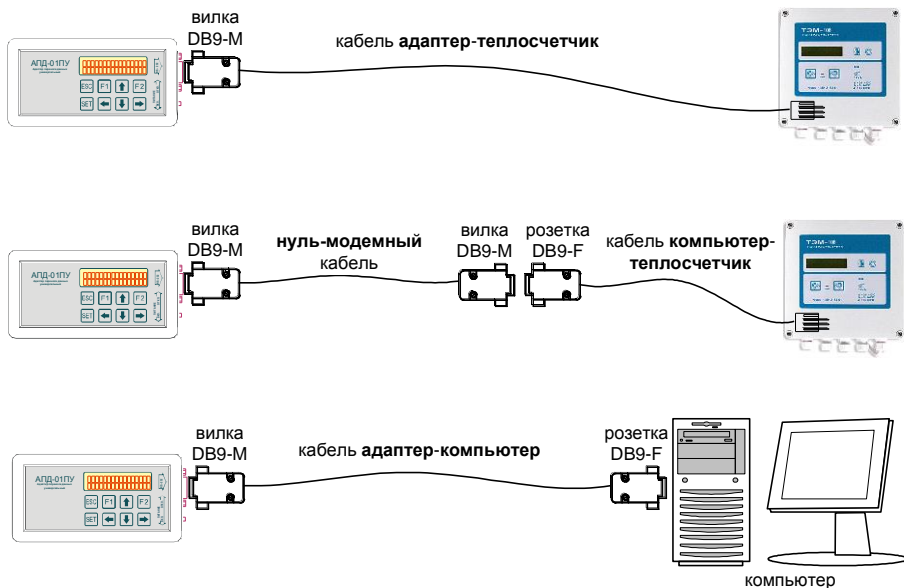

Рис. 6.1
- подсоедините адаптер к теплосчетчику или компьютеру (типовые схемы подключения приведены на рис. 6.1, распайка кабелей для соединения с теплосчетчиками и компьютером приведена в ПРИЛОЖЕНИИ Б);